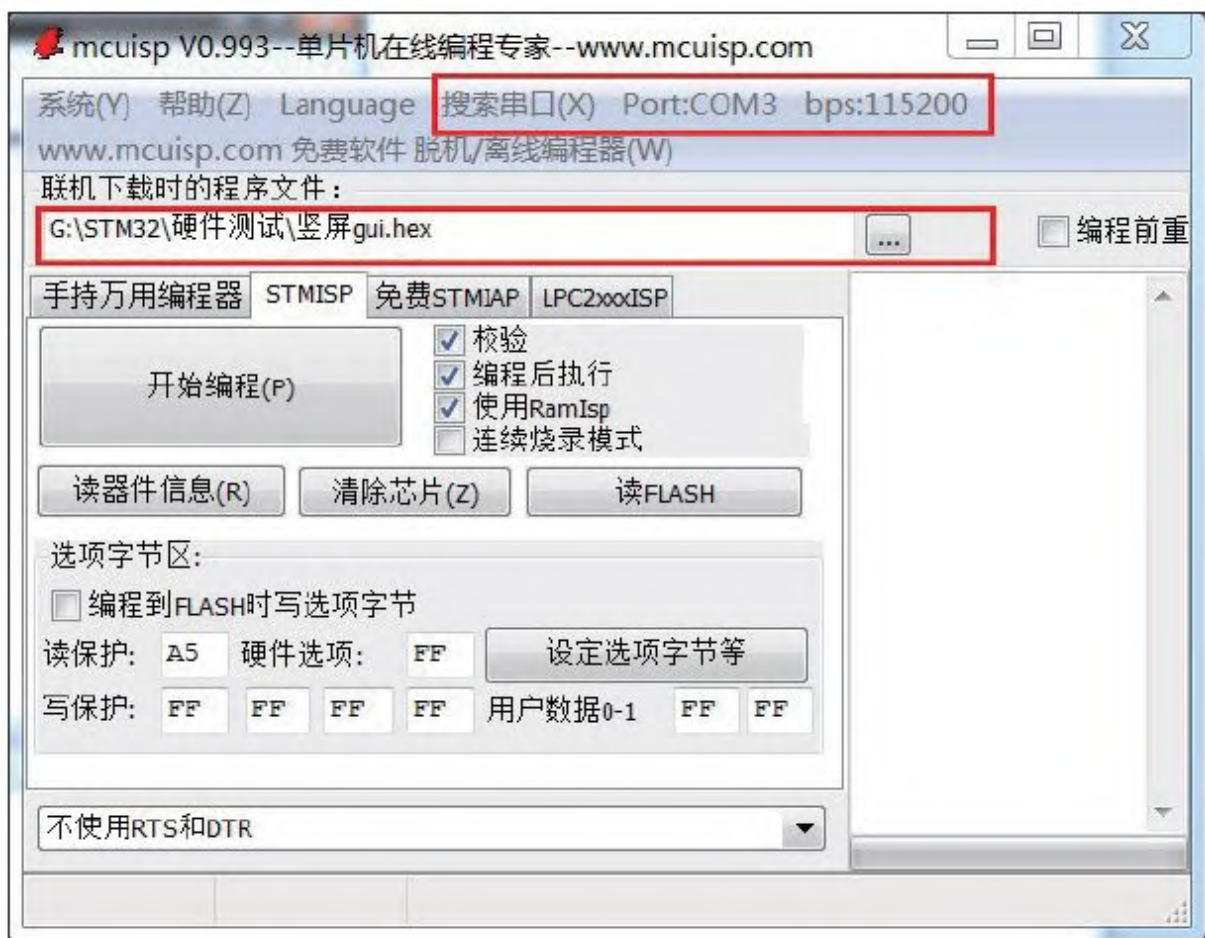

图 3-40 ISP下载软件
4) 设置波特率为115200。选择要下载的程序。在开发板自带的例程中，可执行文件（hex文件）都在工程目录下Output这个文件下，见图3-40。